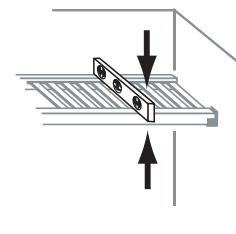

FIG. 1.5
8. Mettre la tablette à niveau (de l'avant vers l'arrière - Fig. 1.5)